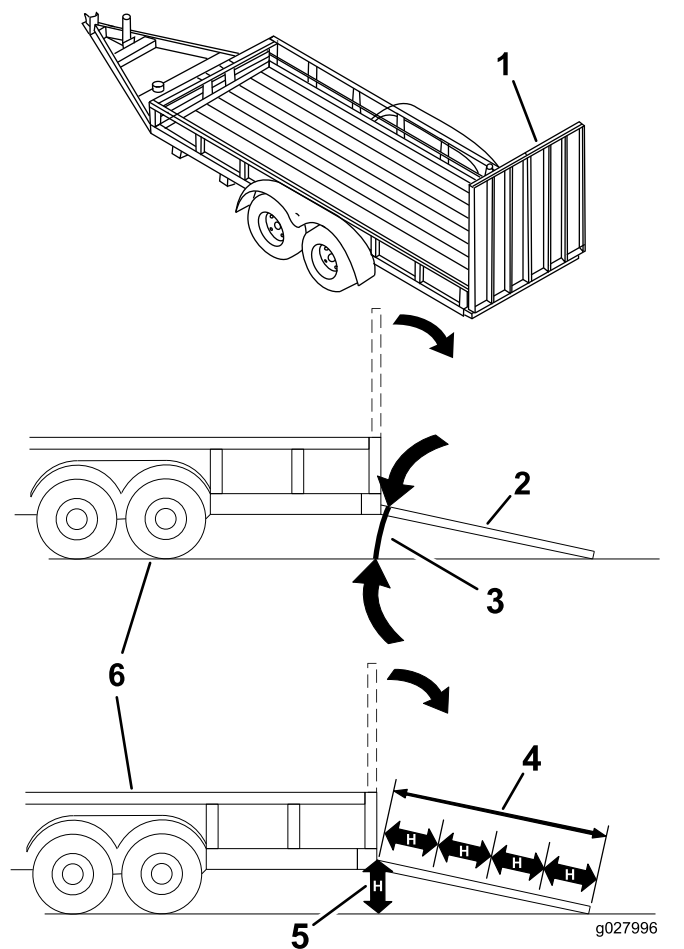

図 35
マシンをトレーラなどに搭載する作業は、機体を転倒させる危険をはらんでおり、万一そのような事故が起こると死亡事故など重大な人身事故となる図 35。
3. 歩み板を降ろす板と地面との角度が15°以下となるにすること 図 35。
1. 歩み板を降ろす板と地面との角度が15°以下となるにすること 図 35。